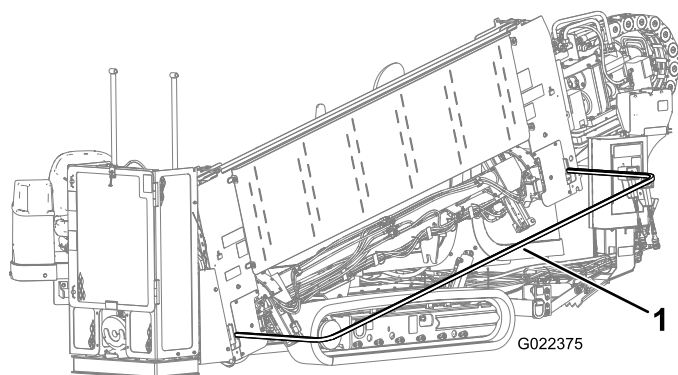

Рисунок 78
4. Опустите штангу для защиты пешеходов и закрепите ее на месте (Рисунок 78).